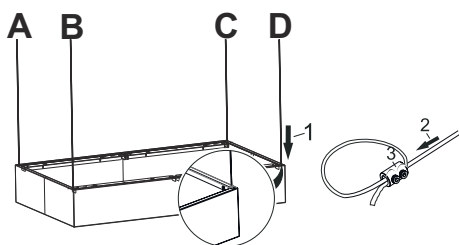

Fig. 10
6. Før de 4 bøjletråde i kassen gennem punkterne A, B, C og D på det ydre hylster (Fig. 10 / 1). Fastgør de 4 stopdele, der følger med i pakken, til enderne af bøjletrådene (Fig. 10 / 2), og spænd de 2 skruer på stopperne (Fig. 10 / 3).